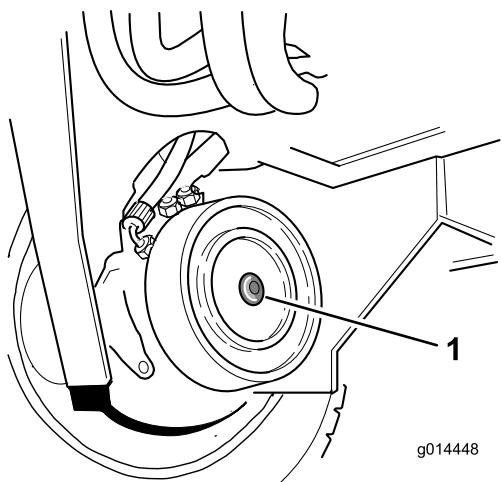

Figure 45
2. Identifiez le frein à disque avant droit et enlevez le bouchon hexagonal (Figure 45).